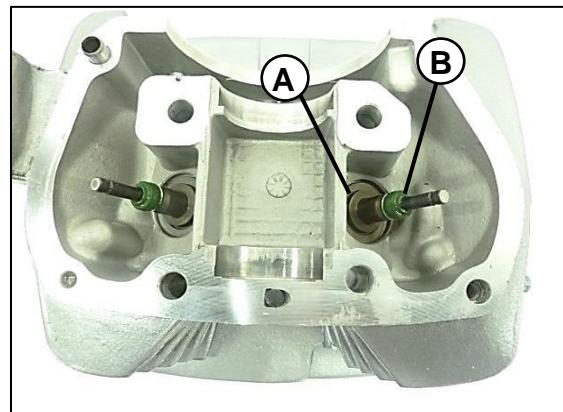

Fig. 20
Al desmontar las válvulas revisamos las guías (A) y remplazamos los retenedores de las válvulas (B) siempre que se desmonten de su guía. **Fig. 20**